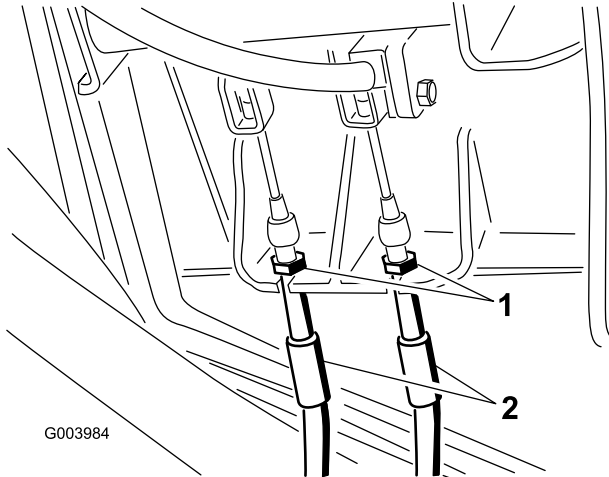

図 74
1. 遊びを減らす（ブレーキを締める）には、ブレーキ・ケーブルのネジ山の前ナットをゆるめ、後ろのナットを締める（図 74）。